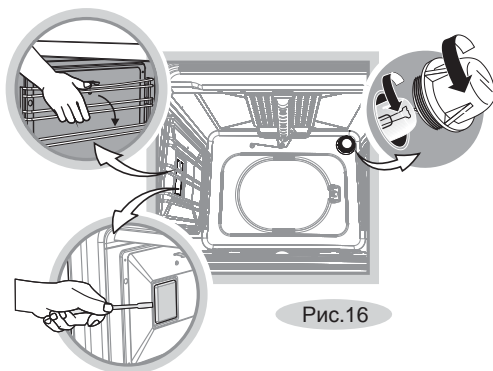

Рис.16
- Открутите стеклянный плафон (рис.16)
- Плафон боковой подсветки, при наличии, снимается с небольшим усилием. (рис. 16)